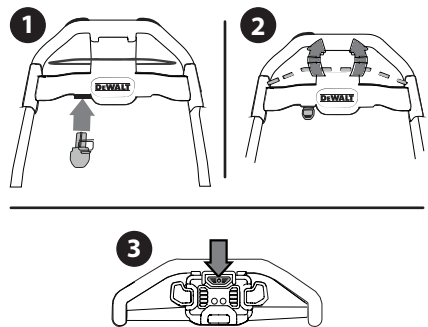

Figure 11
1. Insérez la clé de sécurité (a) dans le bord inférieur de la poignée supérieure jusqu'à ce qu'elle s'enclenche en place. (Figure 11).
Pour embrayer la tarière et commencer à projeter la neige, serrez la barre de commande de la tarière contre la poignée supérieure, puis appuyez sur le bouton de démarrage. Relâchez la barre de commande de la tarière pour arrêter la tarière. (Figure 11).
1. Relâchez la barre de commande de la tarière pour arrêter le moteur et la tarière (Figure 11).